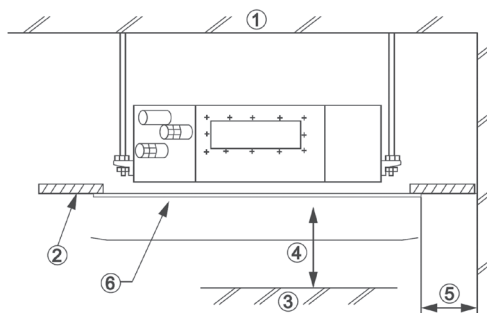

Рис. 7.1
- При установке рядом с балконом необходимо предусмотреть сервисное пространство как показано на Рис.7.1